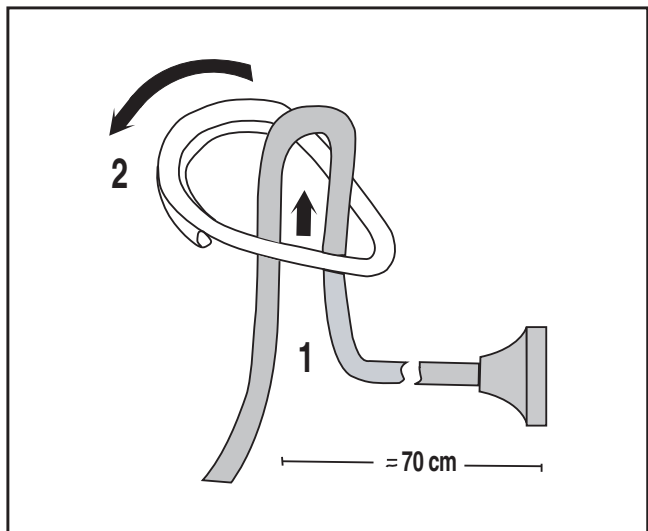

Fig. 7
- Ligue a tomada móvel do cabo à unidade de arranque e fixe o mosquetão na argola fixa-cabo. Para fixar um cabo sem o mosquetão, passe um laço no fixa-cabo (fig.7 e 8).